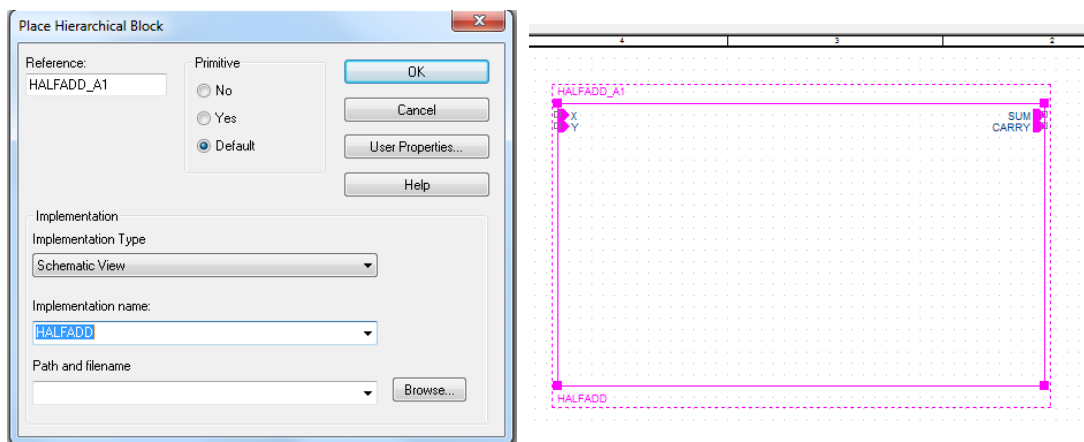

Рис. 18.10. Создание иерархического блока
9. В диалоговом окне Place Hierarchical Block, укажите ссылку на HALFADD_A1 (рис. 18.10).